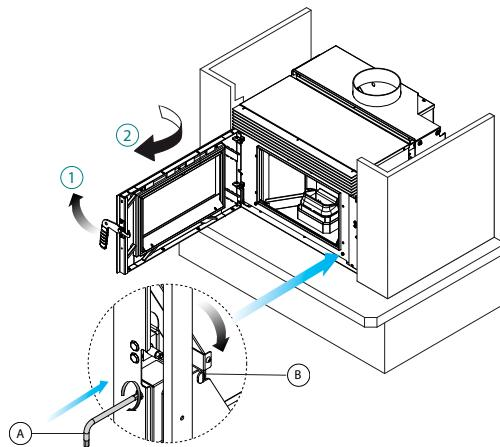

fig. 6.1.13
- 13) Aprire lo sportello, inserire la chiave a brugola (A) nella sede del limitatore; ruotare la leva di blocco verso destra in posizione (B) per bloccare le guide (fig. 6.1.13)